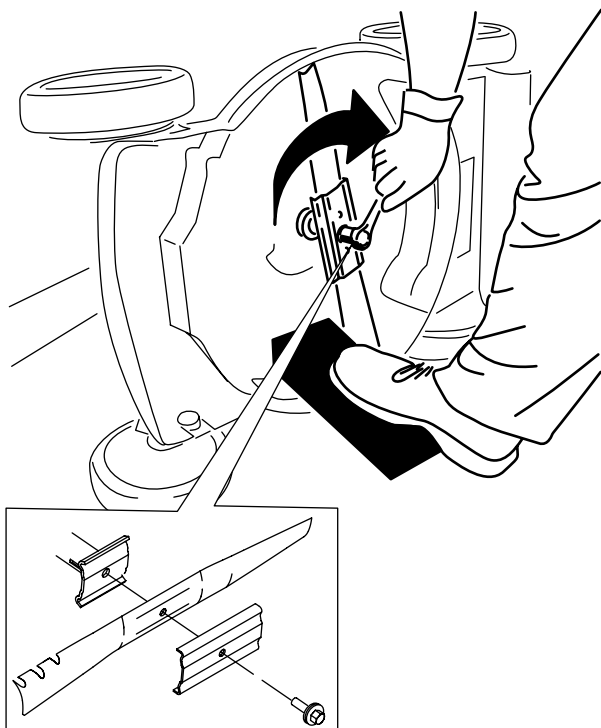

Figura 28
5. Instale lâmina nova e todo o equipamento de montagem (Figura 28).